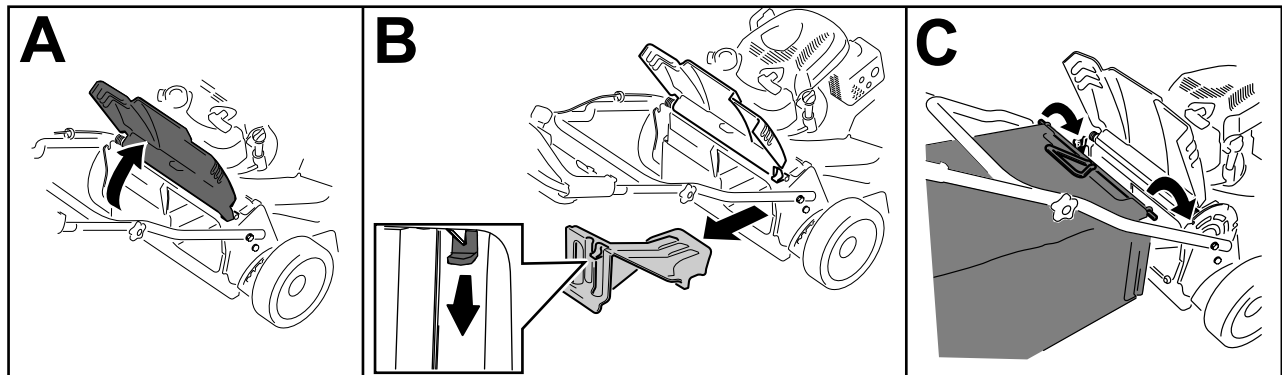

Figure 24
1. Soulevez le déflecteur arrière et maintenez-le dans cette position (A de Figure 24).
2. Retirez l'obturateur d'éjection arrière en appuyant sur le dispositif de verrouillage avec le pouce et en tirant l'obturateur hors de la machine (B de Figure 24).
3. Placez la tige du bac dans les crans à la base de la poignée et agitez le bac d'avant en arrière pour vous assurer que la tige est bien engagée au fond des deux crans (C de Figure 24).